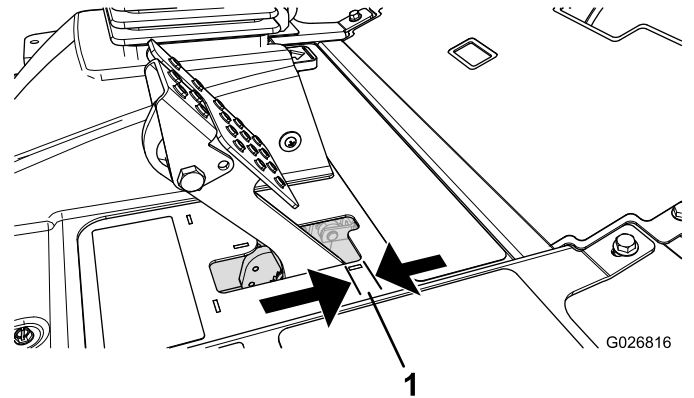

Figura 96
Ajuste os travões se o pedal do travão apresentar uma folga superior a 2,5 cm (Figura 96) ou quando os travões não funcionarem de forma eficaz. Folga é a distância percorrida pelo pedal antes de se verificar qualquer resistência ao movimento.
2. Aperte a porca traseira para deslocar o cabo para trás até que os pedais dos travões apresentem uma folga de 0,63 a 1,27 cm (Figura 96) antes de alcançarem o bloqueio.